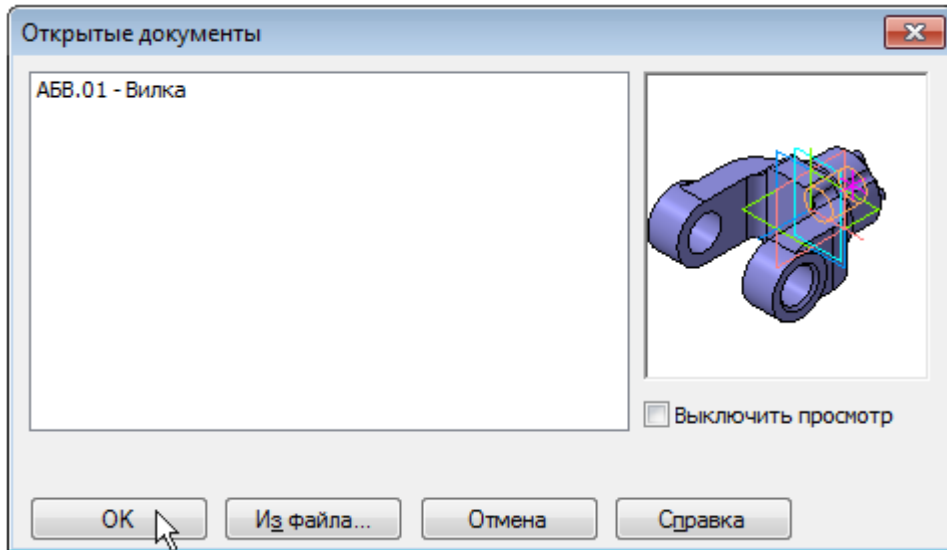

Рисунок 10.
- Если деталь Вилка открыта, просто нажмите ОК. В противном случае нажмите кнопку Из файла и укажите положение детали на диске (рис. 10).